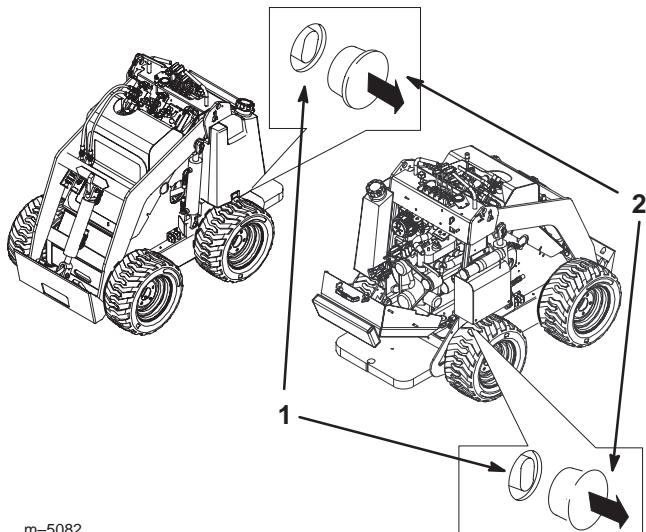

Figure 17
- Retirez l'obturateur de chaque vanne de remorquage (Fig. 17).
- Desserrez l'écrou de blocage sur chaque vanne de remorquage (Fig. 17).